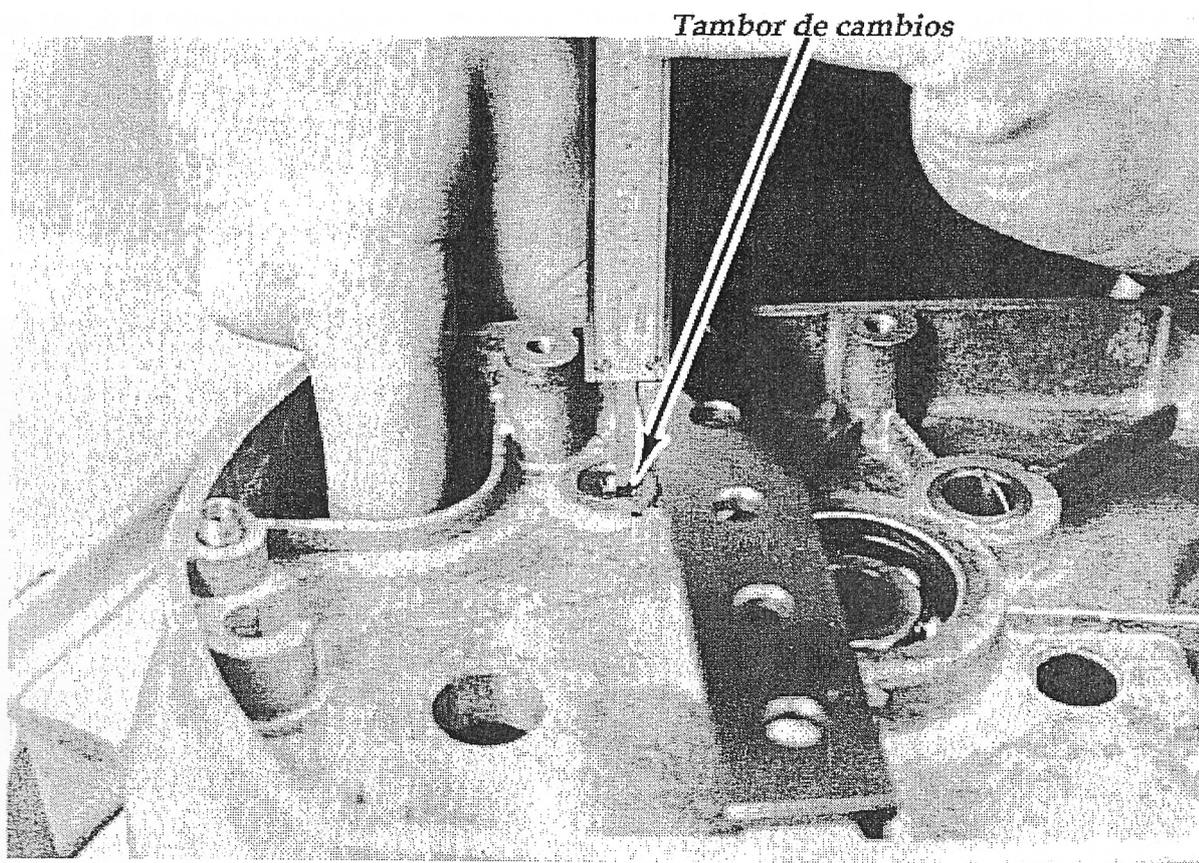

FIG. 54
10. Repite el proceso, esta vez con el tambor de cambios. Utiliza el calibre como en la Fig 54. Puedes acceder al tambor metiendo un dedo por el agujero grande situado en la parte inferior del cárter izquierdo que está lo bastante cerca como manipularlo fácilmente. Entonces, mueve el tambor hacia un lado y hacia otro. La medida debe estar entre 0.2 mm y 0.3 mm (0.008" y 0.012").